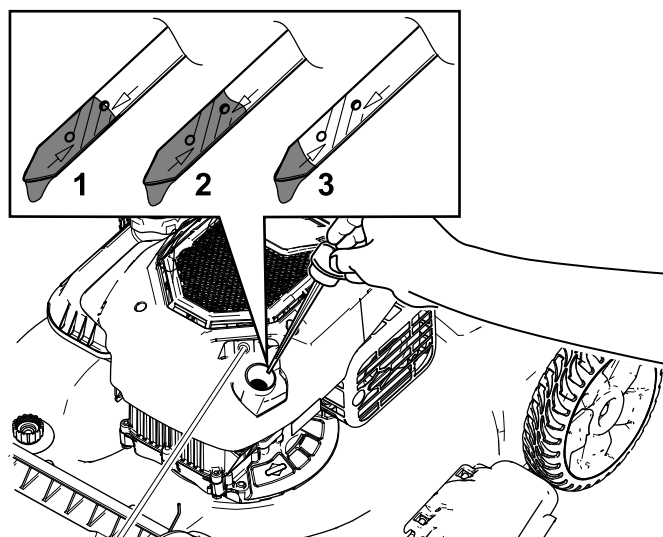

Figure 22
- Tournez le bouchon dans le sens antihoraire et sortez la jauge (Figure 22).
10. Vérifiez le niveau d'huile indiqué par la jauge (Figure 22).